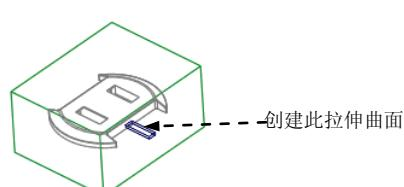
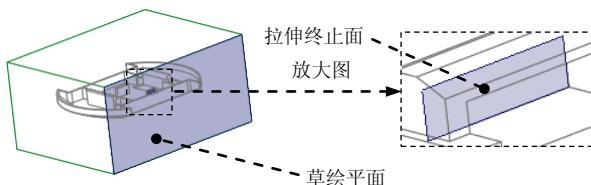

图 27.5 创建拉伸曲面
图 27.6 定义草绘平面
Step3. 通过拉伸的方法创建图 27.5 所示的拉伸曲面。单击 **编辑模具体积块** 操控板 **形状** 区域中的 按钮，此时系统弹出“拉伸”操控板；选择 **视图** 功能选项卡 **模型显示** 区域中的“显示样式”按钮 ，按下 按钮，将模型的显示状态切换到实线线框显示方式；右击，从系统弹出的菜单中选择 **定义内部草绘...** 命令；在系统的提示下，选取图 27.6 所示的模型表面为草绘平面，然后再选取 MOLD_FRONT 基准平面为参考平面，方向为 **右**。单击 **草绘** 按钮，此时进入草绘环境；进入草绘环境后，绘制图 27.7 所示的截面草图（使用“投影”命令绘制截面草图）。完成截面草图的绘制后，单击“草绘”操控板中的“确定”按钮 ；在操控板中选取深度类型 ，调整模型视图，选择图 27.6 所示的凹槽内部平面为拉伸终止面；在“拉伸”操控板中单击 按钮，完成特征的创建。